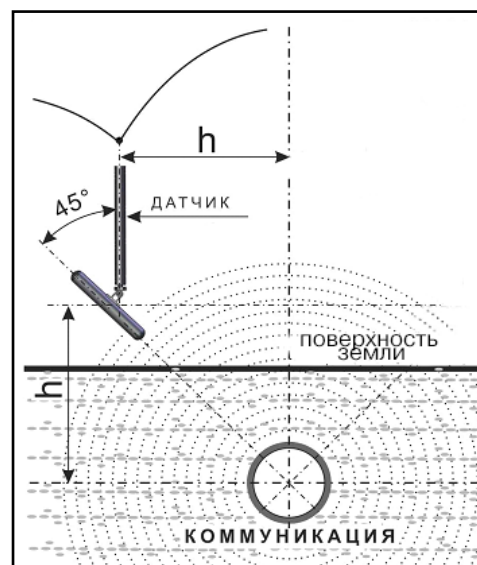

Рис. 6.1
2. При положении антенны ЭМД перпендикулярном трассе и под углом 45° к поверхности земли, минимум сигнала наблюдается на удалении от точки «над трассой», равном глубине залегания коммуникации, когда ось антенны пересекает ось трассы. Это косвенный метод измерения глубины залегания коммуникации (рис. 6.1).